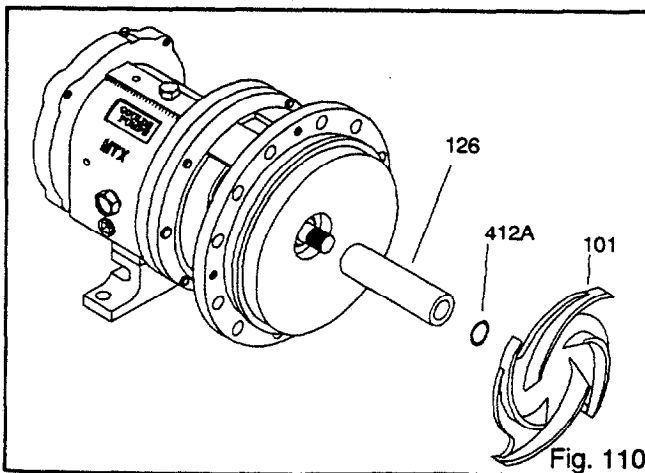

Fig. 110
3. Install shaft sleeve (126) if used (Fig. 110).